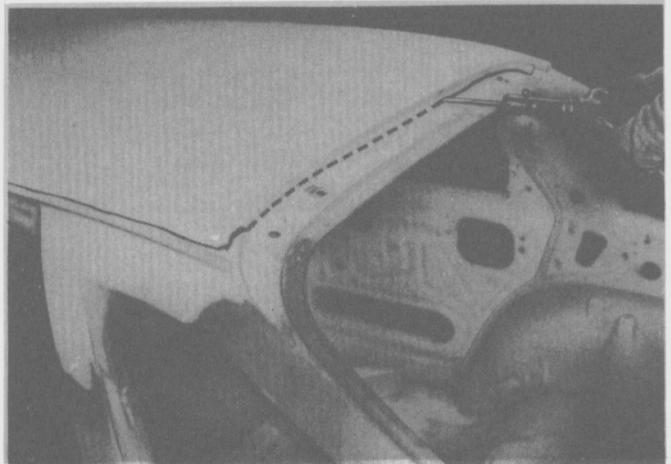

Fig. 42
- Cortar el panel de techo a lo largo de la unión con el gotero, los pilares "C" y la parte superior de la abertura del portón (Fig. 42).